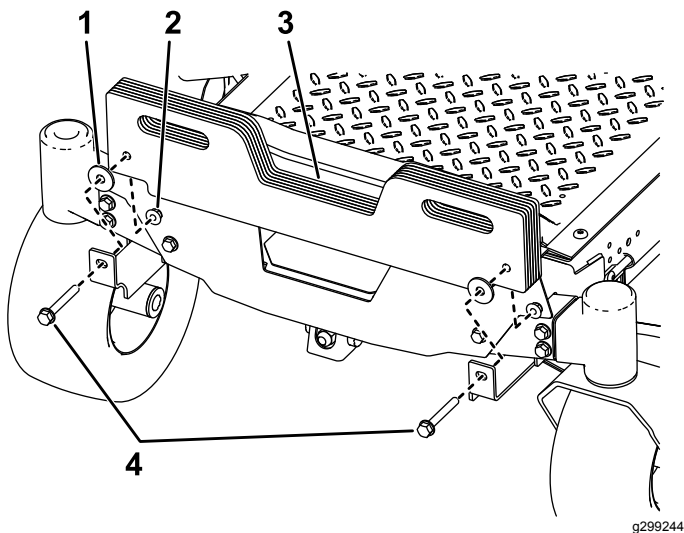

Bild 5
2. Befestigen Sie die beiden Kofferballaste an den Ballasthalterungen mit zwei Schrauben (5/8" x 2-3/4") und zwei Sicherungsmuttern (3/8"), wie in Bild 5 dargestellt.